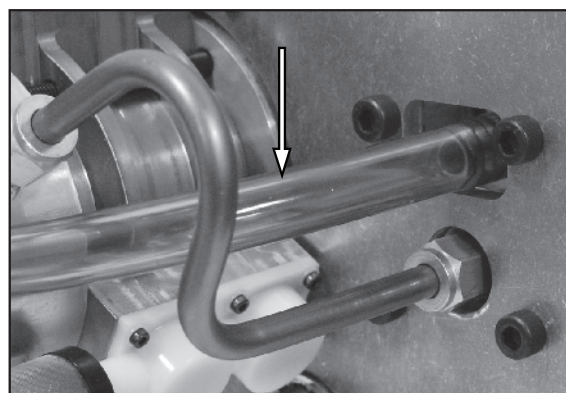

Рис. 57.
2. См. рис. 57. Снимите шланг.